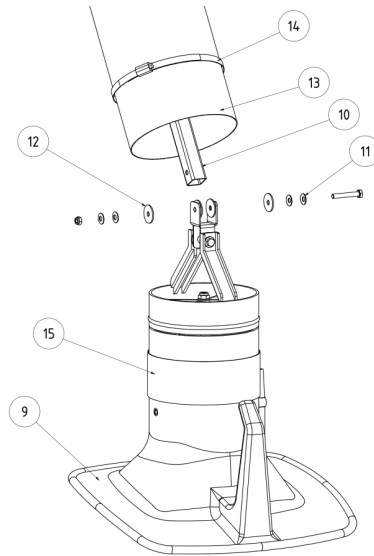

Рис. 5-11
- Смонтируйте вытяжной колпак (9) на свободном конце вытяжного рукава (10). При этом установите тарельчатые пружины (11) и тормозные диски (12) в положение, указанное на рис. 5-11.
- Натяните конец шланга (13) на штуцер и зафиксируйте шланговый хомут (14).
- При помощи широкого резинового кольца (15) закройте шланговый зажим, шланговый конец и зазор между штуцером и поворотным вытяжным колпаком.